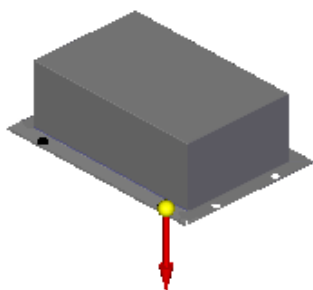
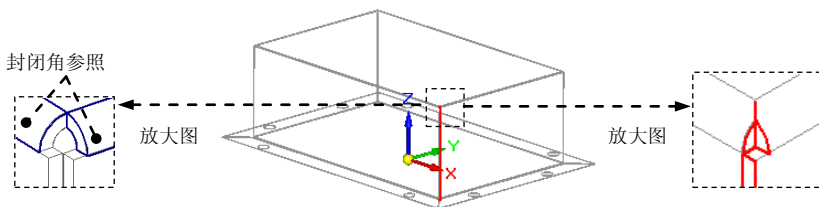
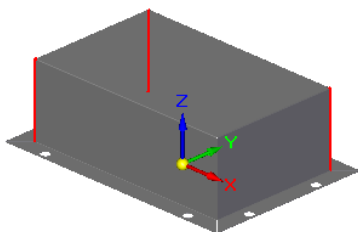

图 8.12.31 定义移除方向
图 8.12.32 封闭角特征 1
图 8.12.33 其余封闭角特征
③ 单击“主页”操控板中的“关闭草图”按钮，退出草图绘制环境。
(3) 定义法向除料特征属性。在命令条中单击“厚度剪切”按钮和“全部穿透”按钮，并将移除方向调整至图 8.12.31 所示的方向。
(4) 单击按钮，完成特征的创建。
Step17. 创建图 8.12.32 所示的封闭角特征 1。
(1) 选择命令。在“主页”功能选项卡“钣金”工具栏下拉列表中单击“封闭二折弯角”按钮。
(2) 定义折弯至闭合。选取图 8.12.32 所示的相邻折弯特征为封闭角参照。
(3) 定义封闭角属性。在“封闭二折弯角”命令条中单击“重叠”按钮；在下拉列表中选择选项，在文本框中输入值 0，然后按 Enter 键。
Step18. 参照 Step17 对图 8.12.33 所示的其余三个拐角分别创建“封闭二折弯角”特征，详细操作过程参见 Step17。